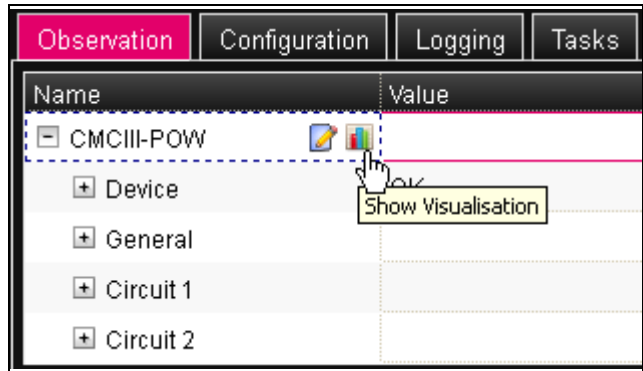

Abb. 37: „Grafik“-Symbol
- Klicken Sie auf das farbige „Grafik“-Symbol hinter dem Eintrag „CMCIII-POW“ in Form eines stilisierten Diagramms (Abb. 37).